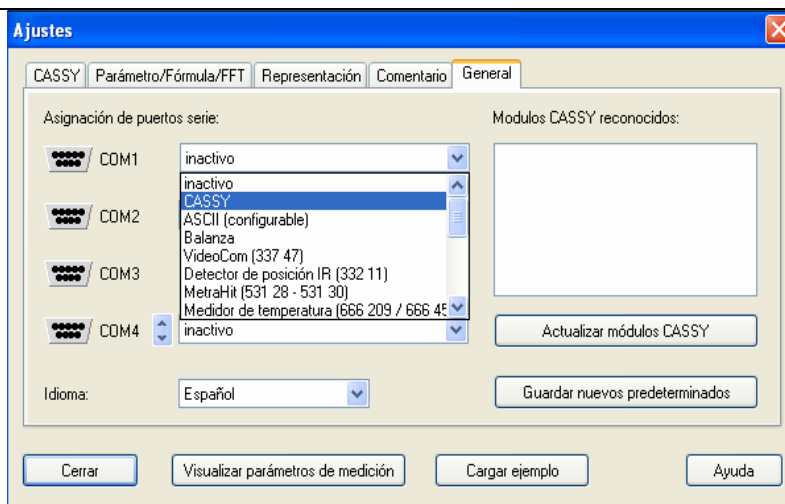

Figura 2 Fuente: LD Didactic
6. En la ventana de ajustes y en la pestaña General se activa el sensor CASSY con un clic, como se muestra en la figura 2.